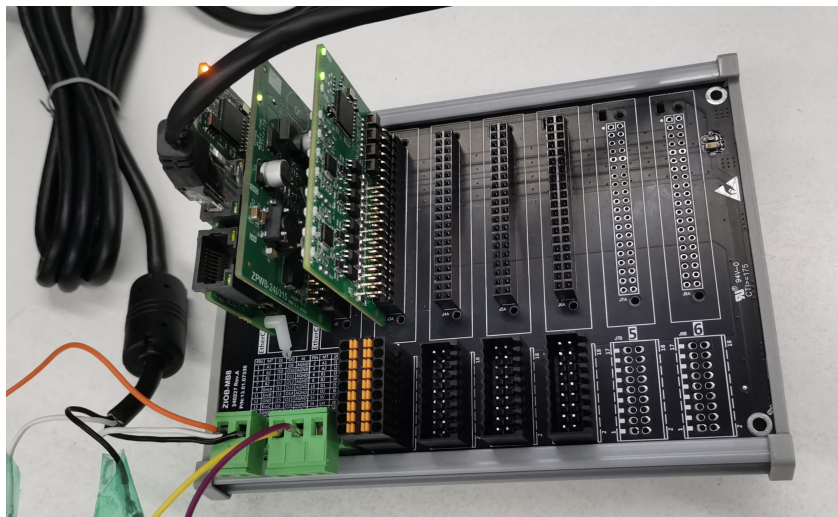

图 4.1 硬件环境
(1) 将 ZCPB-80600 耦合器、ZPWB-240302 电源模组、ZIOB-E1600DN 或 ZIOB-E1600DP 数字输入模组，从左到右分别插入 ZIOB-MB8 分线底板；分别在 EtherCAT 24V 端子和系统 24V 端子接上两路独立的 24V 电源，对于简单测试也可共用一组 24V 电源，底板的大地 EARTH 可以悬空。
(2) 用网线连接 ZCPB-80600 耦合器的“IN”口和 PC 的以太网口，硬件环境如下图 4.1 所示。